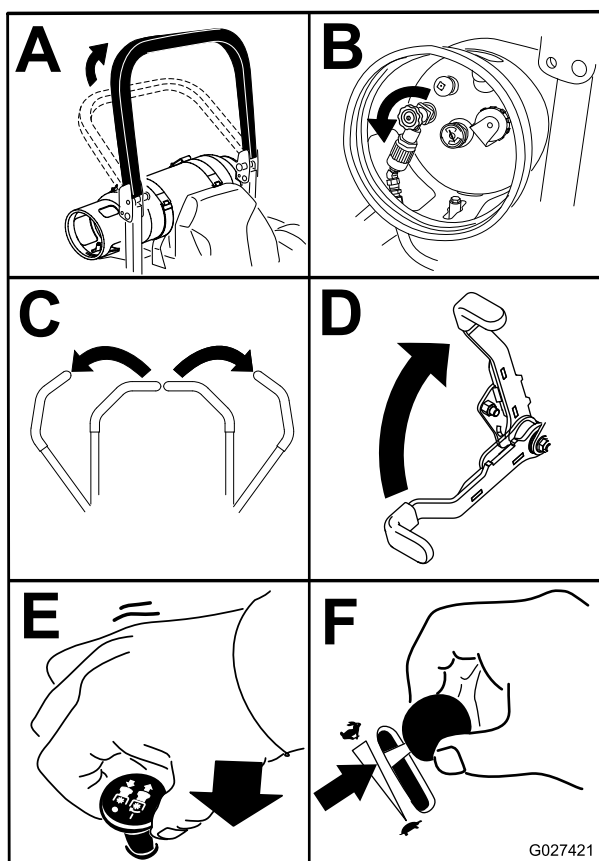

Figure 18
5. Placez la commande des lames (PDF) en position désengagée (Figure 18).
6. Déplacez la commande d'accélérateur au 3/4 de sa course entre les positions bas régime et haut régime (Figure 18).